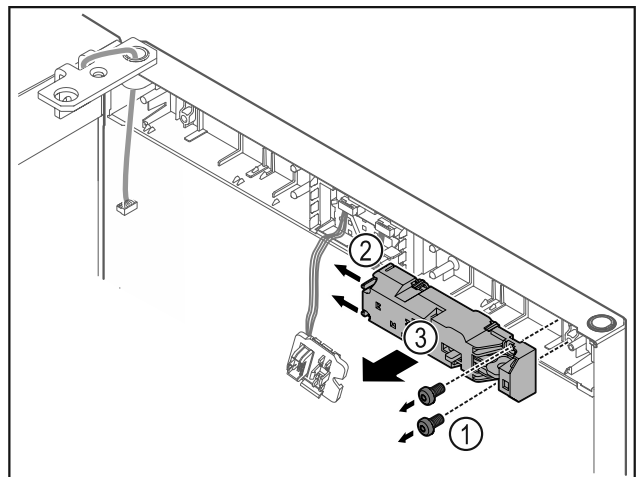

Fig. 22
- Schrauben Fig. 22 (1) entfernen.
- Rastnasen Fig. 22 (2) zur Seite drücken und Fernschloss Fig. 22 (3) abnehmen.